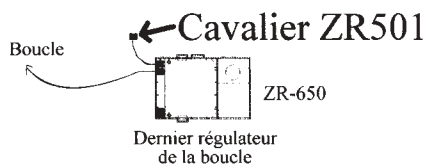

Figure 4
1. Installer un cavalier ZR-501 (fourni avec les contrôleurs ZR-181 et ZR-182) sur la prise téléphonique libre du dernier régulateur ZR-650 de la boucle (figure 4).